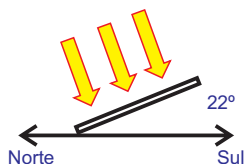

Figura 2: Exemplo: Ângulo de inclinação em relação ao plano horizontal no Rio de Janeiro.
- Os módulos fotovoltaicos devem ter suas superfícies voltadas para o **NORTE**, pois o sol nasce no Leste, sobe se inclinando ao Norte e se põe no Oeste. Os módulos devem estar também num ângulo de inclinação em relação ao plano horizontal igual ao da **LATITUDE** da coordenada geográfica do local (Tabela 1 e Figura 2).